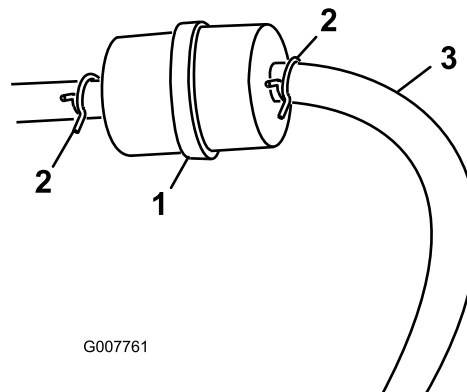

图24
3. 将软管夹的两端挤压到一起、将它们滑离滤清器 (图24)。
5. 安装新的滤清器、并将软管夹移近滤清器 (图24)。
3. 松开燃油滤清器上的软管夹、沿燃油管向上滑动、使之离开燃油滤清器（图24）。
4. 从燃油滤清器上断开燃油管（图24）。
注意： 让汽油排入燃油容器或放油盘（图24）。
5. 将燃油管安装到燃油滤清器上。将软管夹滑近燃油滤清器、固定燃油管（图24）。